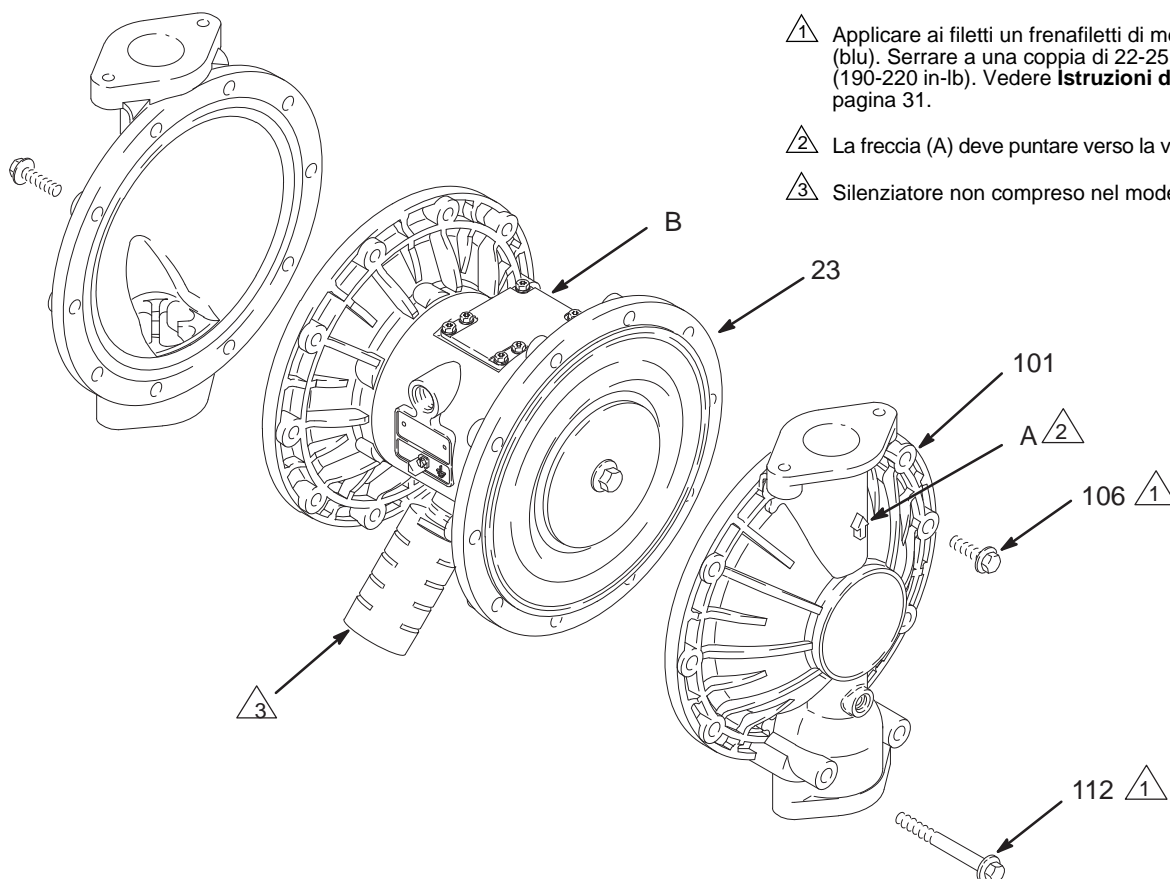

FIG. 11
3. Utilizzare una chiave a tubo da 13 mm per rimuovere le viti (106 e 112) che fissano i coperchi del fluido (101) a quelli dell'aria (23). Rimuovere i coperchi del fluido (101) dalla pompa. Vedere: FIG. 11.
- a. Installare l'O-ring (108*) sul bullone dell'albero (107).
- b. Installare la piastra della membrana laterale del fluido (105) sul bullone, in modo che il lato arrotondato sia rivolto verso l'interno, verso la membrana (401).
- c. *Solo sui modelli PTFE*, installare la membrana in PTFE (403*). Accertarsi che il lato contrassegnato AIR SIDE (lato aria) sia rivolto verso il corpo centrale (1).
- d. Installare la membrana (401*) sul bullone. Accertarsi che il lato contrassegnato AIR SIDE (lato aria) sia rivolto verso il corpo centrale (1).
- e. Installare la piastra della membrana laterale dell'aria (104) in modo che il lato rientrante si trovi di fronte alle membrane (401).
- f. Applicare ai filetti del bullone (107) un frenafilletti di media resistenza (blu). Avvitare la vite (107) nell'albero (24) e serrare a mano.
- g. *Per le membrane sovrastampate:* Assemblare la piastra del lato aria (104) sulla membrana (403). Il lato largo e arrotondato della piastra deve essere rivolto verso la membrana. Applicare un frenafilletti di media resistenza (blu) alle filettature del gruppo membrana. Avvitare il gruppo sull'albero (24) e serrare manualmente.
3. Ingrassare l'albero (24) della membrana su tutta la lunghezza e sulle estremità e farlo scivolare attraverso il corpo (1).
5. Tenere un bullone dell'albero (107) con una chiave e serrare l'altro bullone fino a 27–34 N•m (20-25 ft-lb) ad un massimo di 100 giri al minuto. *NOTA: Questo passaggio non si applica alle pompe con membrane sovrastampate.*
6. Allineare i coperchi del fluido (101) e il corpo centrale (1) in modo che le frecce (A) siano rivolte nella stessa direzione della valvola dell'aria (B). Applicare frenafilletti di media resistenza (blu) alle filettature delle viti (106) e (112) e fissare i coperchi con le viti, serrando manualmente. Inserire le viti più lunghe (112) nei fori inferiori dei coperchi. Vedere Fig. 11 Utilizzare una chiave a tubo da 13 mm per serrare a croce le viti in modo uniforme a una coppia di 22-25 N•m (190-220 in-lb). Vedere **Istruzioni di serraggio**, pagina 31.